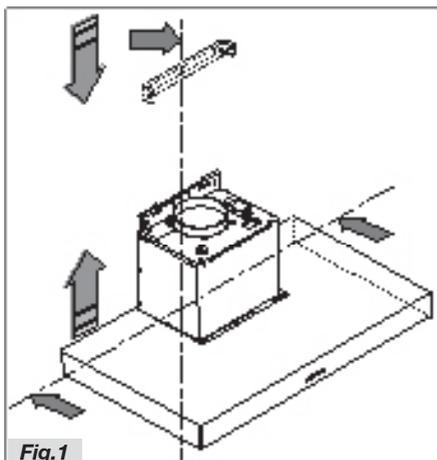

Fig.1
Pour remplacer les lampes allogènes **B** presser le verre **C** de la manière indiquée sur la figure 1.
- Placer la bride de soutien en se rapportant aux mesures de la figure 1 et les fixer à l'aide des vis et des chevilles en dotation (Fig.10).